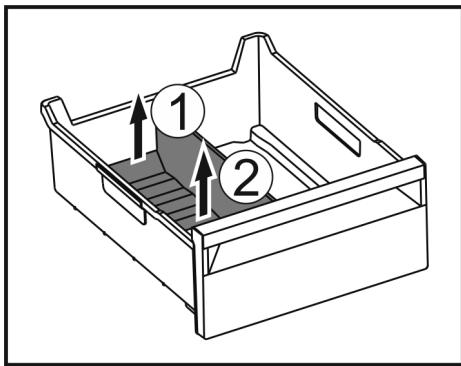

Fig. 116
- ▶ 提升冰格分隔器后部。 Fig. 116 (1)
- ▶ 向上取出冰格分隔器。 Fig. 116 (2)